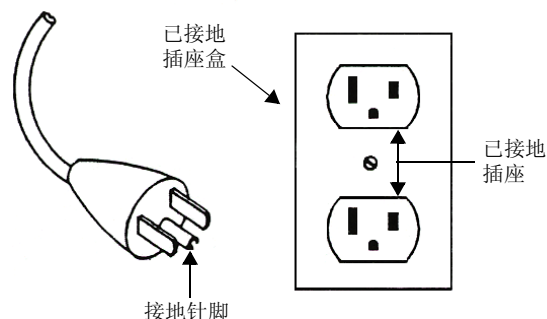

图 6 接地插头和插座
- ❑ 如果该产品指定用于标称 120 V 电路，则必须使用像图 6 中的接地插头。